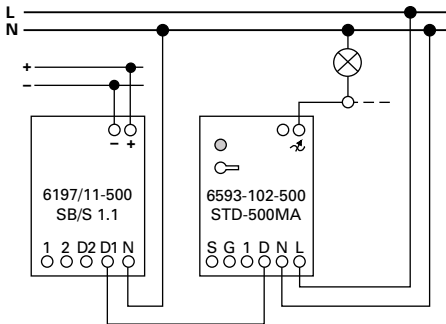

Fig. 3**F**
- avec le module de puissance 6594-102-500 (voir Fig. 3)